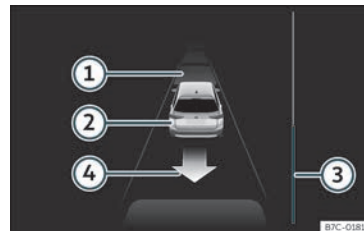

Fig. 237 No ecrã do painel de instrumentos: sair do estacionamento de um lugar em linha.
progresso »» Fig. 237 ③ indica a distância a percorrer »» Página 306.